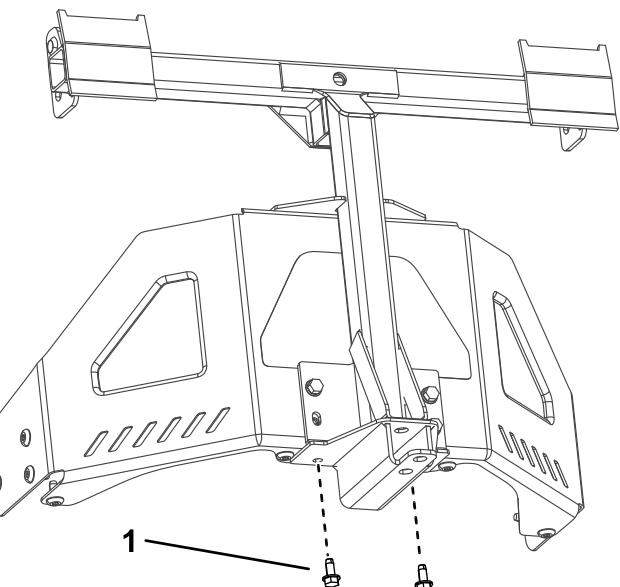

図 7
3. ピボットフレームを、機体フレームの底部に固定するタッピングねじ 5/16 x 3/4" 2本を使用して図 7 のように取り付ける。